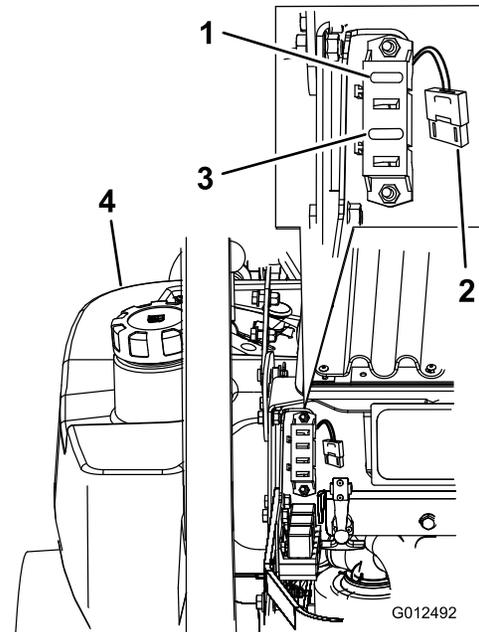

Bild 72
1. Entriegeln Sie die Motorhaube und heben Sie sie an, um die Sicherungsfassung zugänglich zu machen (**Bild 72**).
3. Setzen Sie eine neue Sicherung ein (**Bild 72**).